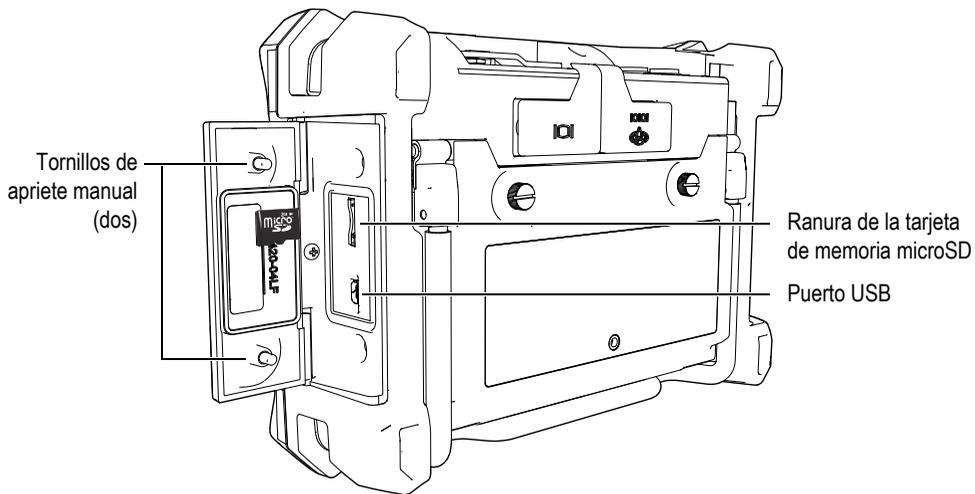

Figura 1-13 Instalación de la tarjeta de memoria microSD
2. Afloje los dos tornillos de apriete manual y, después, abra la tapa del compartimiento de E/S del Magna-Mike 8600. Ver la Figura 1-13 en la página 40.